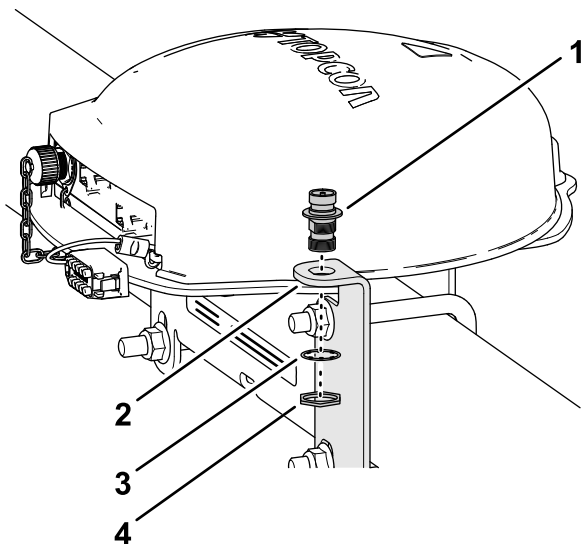

Figure 147
1. Passez le coupleur coaxial dans l'ouverture du support d'antenne RTK en orientant les filetages de traversée vers le bas (Figure 147).
l'écrou de blocage, et serrez l'écrou à la main (Figure 147).